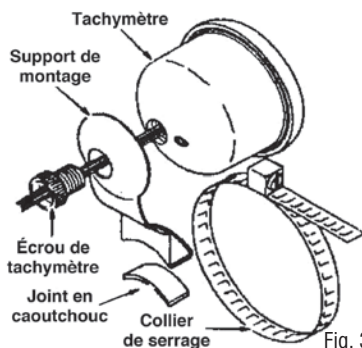

Fig. 3
- b. Pour l'installer sur la colonne de direction, utilisez un gros collier de serrage pour tuyau (vendu séparément) et un joint en caoutchouc (n° 5). (Fig. 3)